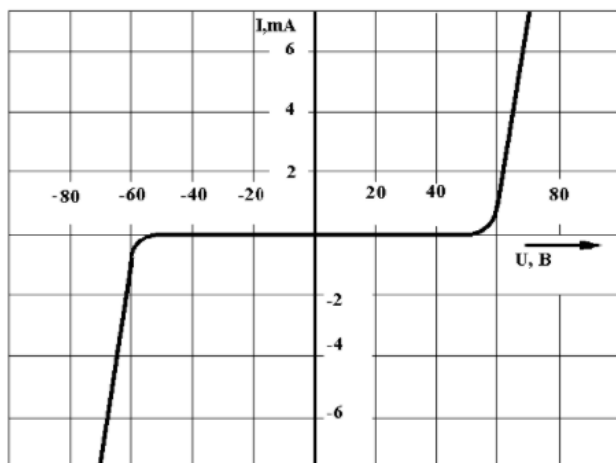

Рис. 1 Вольт-амперная характеристика варистора
3. Дано: Вольт-амперная характеристика материала рис. 1.